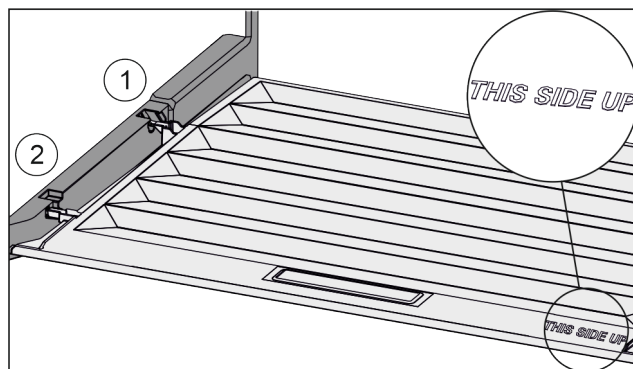

Fig. 95
- ▶ Вставить поперечные ребра крышки через отверстие заднего держателя Fig. 95 (1) и защелкнуть спереди в держателе Fig. 95 (2).